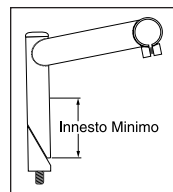

Fig.1
4. Sui cannotti di sterzo filettati, inserire l'attacco manubrio fino alla profondità minima indicata dalle norme CPSC e JIS. L'attacco manubrio deve essere inserito ad una profondità di innesto minima non inferiore a 2,5 volte il diametro dell'estremità inferiore dell'attacco manubrio, non il cono (vedere fig.1).